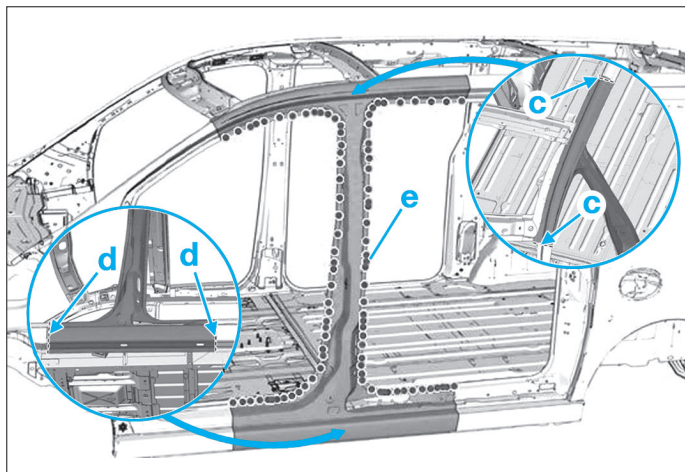

FIG. 59
- Souder par points électriques (e) (Fig.59).